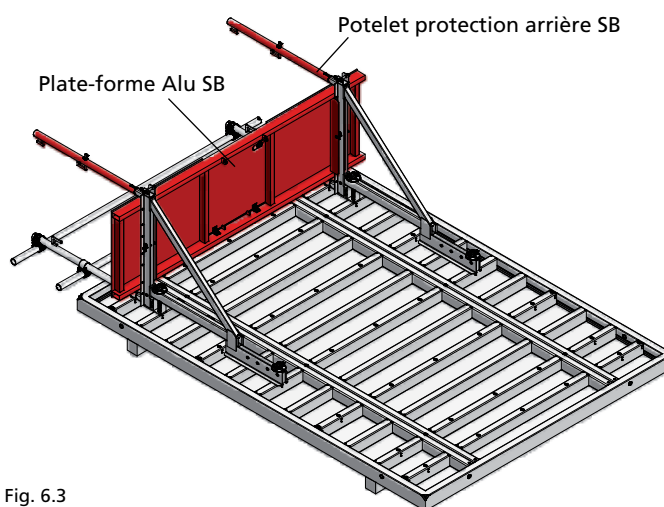

Fig. 6.3
3. Positionner la plate-forme Alu (avec ou sans trappe) sur les consoles passerelles SB (fig. 6.3). Les glissières situées sous la plate-forme reposent sur les profilés en L de la console passerelle. La plate-forme est fixée à l'aide de l'axe de fixation de la console passerelle puis sécurisée avec une goupille.
4. Mettre en place les potelets protection arrière SB sur les consoles passerelles (fig. 6.3).